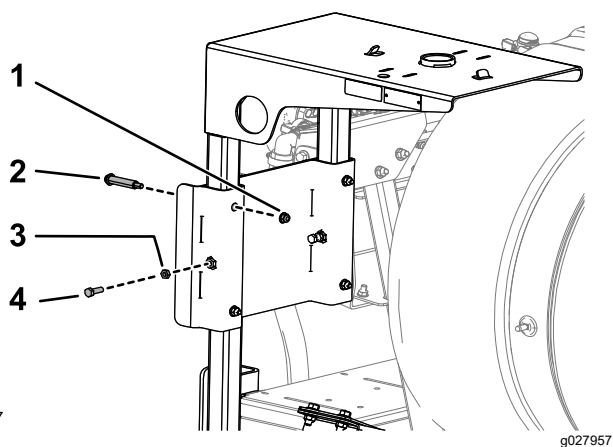

Figura 14
6. Introduzca el bastidor de la bandeja del carrito en las ranuras del soporte de la bandeja del carrito, y sujete la bandeja con 4 pernos de cuello largo, 4 tuercas con arandela prensada (5/16"-18), 2 pernos (5/16"-18 x 1"), y 2 contratuercas (5/16"-18), según se muestra en Figura 14.